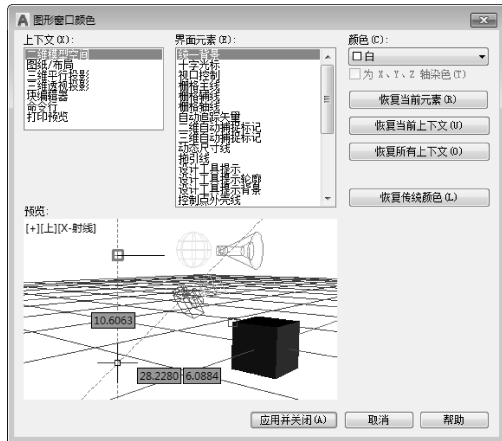

图 1-13 “图形窗口颜色”对话框
- (3) 单击“窗口元素”中的“颜色”按钮，打开如图 1-13 所示的“图形窗口颜色”对话框。